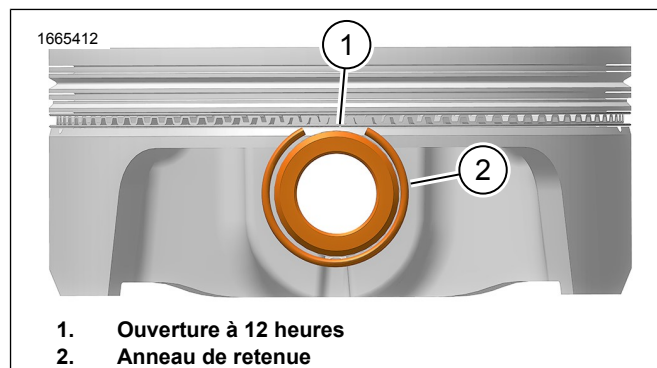

Figure 5. Placer le circlip sur le piston
- Figure 5 Vérifier que le circlip (2) est bien en place dans la rainure.
- L'ouverture du circlip (1) doit être à la position 12 heures.